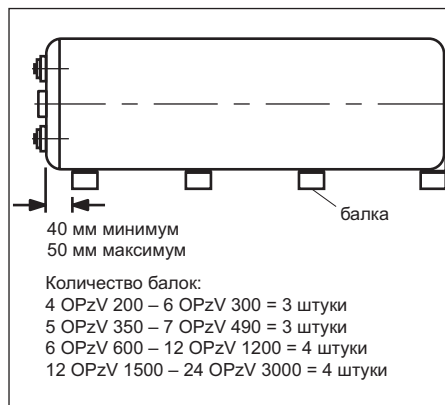

Рис. 1
2.5. При горизонтальной установке блоков/элементов убедитесь, что крышка корпуса не опирается на балку (рис. 1) и отсутствует какое-либо давление на крышку (например, вследствие того, что блок/элемент опирается на выступающую крышку).
3.3. При горизонтальной установке блоков/элементов убедитесь, что выступающая крышка корпуса не опирается на балку (рис. 1).